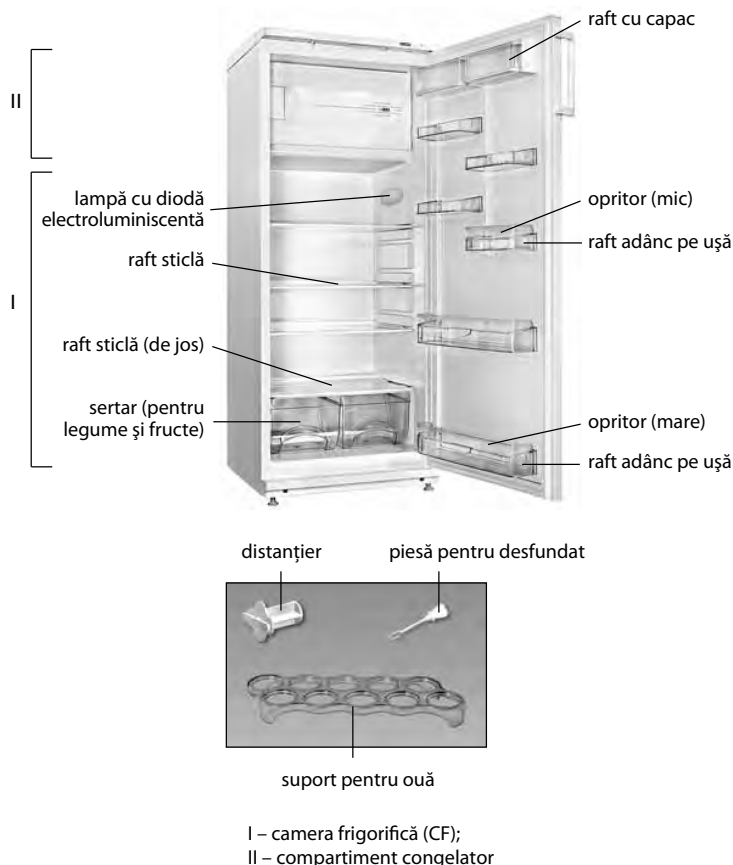

Figura 1 – Frigider și piese componente
1.1 Frigiderul este destinat pentru răcirea, conservarea pe termen scurt a produselor alimentare proaspete în camera frigorifică; pentru congelarea produselor alimentare proaspete, păstrarea pe termen lung a alimentelor congelate și prepararea gheții alimentare în compartimentul de congelare în conformitate cu figura 1.
1.3 Pentru iluminarea în frigider este folosită o lampă cu diodă electroluminiscentă, în conformitate în figura 1.